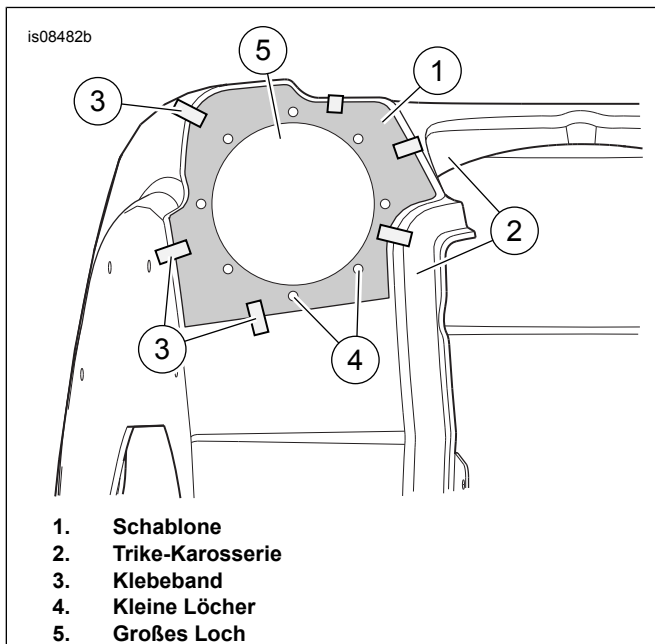

Abbildung 1. Position der Schablone
1. Siehe Abbildung 1. Die Schablone (1) auf eine Seite der Trike-Karosserie (2) ausrichten. Die Kanten der Schablone sind hierbei auf die tangierenden Kanten der Verkleidungsrundungen ausgerichtet. Die Schablone mit Klebeband (3) befestigen. Die acht kleinen Lochstellen (4) vorkörnen. Das große Loch (5) mit einem Filzstift oder Fettstift in Kontrastfarbe markieren.